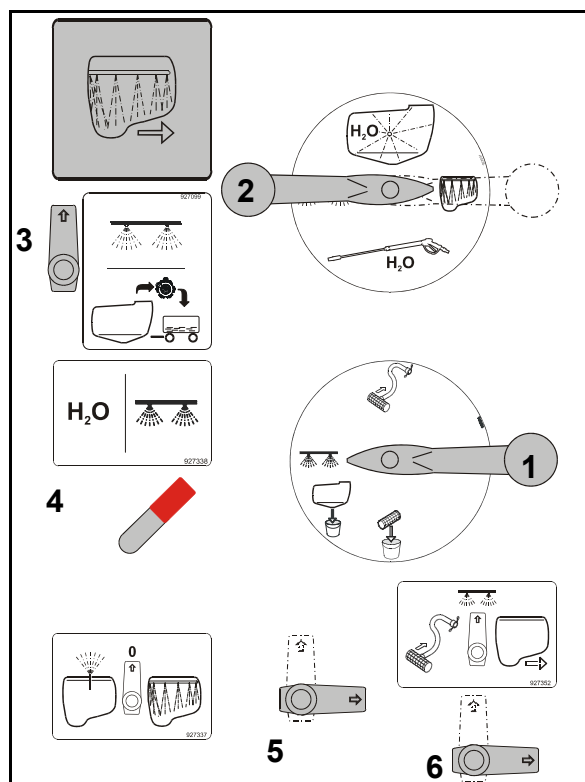

Bild 204
2. Placera VARIO-kran-sug (Bild 204/1) i position "**Sprutning**".
3. Placera VARIO-kran-tryck (Bild 204/2) i position "**Inspolningsbehållare**".
4. Placera omkopplingskranen Sprutning / Snabbtömning spruttank (Bild 204/3) i position "**Sprutning**".
5. Placera omkopplingskranen Sprutning / Spolning (Bild 204/4) i position "**Sprutning**".
9. Placera omkopplingskranen Ringledning / Dunkrengöring (Bild 204/5) i position "**Ringledning**". Spola igenom sprutvätska i inspolningsbehållaren tills det påfyllda preparatet är fullständigt upplöst.
10. Då det påfyllda preparatet är fullständigt upplöst, placera omkopplingskran Sprutning / Sug från inspolningsbehållare / Suganslutning för behållarpåfyllning (Bild 204/6) i position "**Sug från inspolningsbehållare**", tills preparatet fullständigt har sugts in.